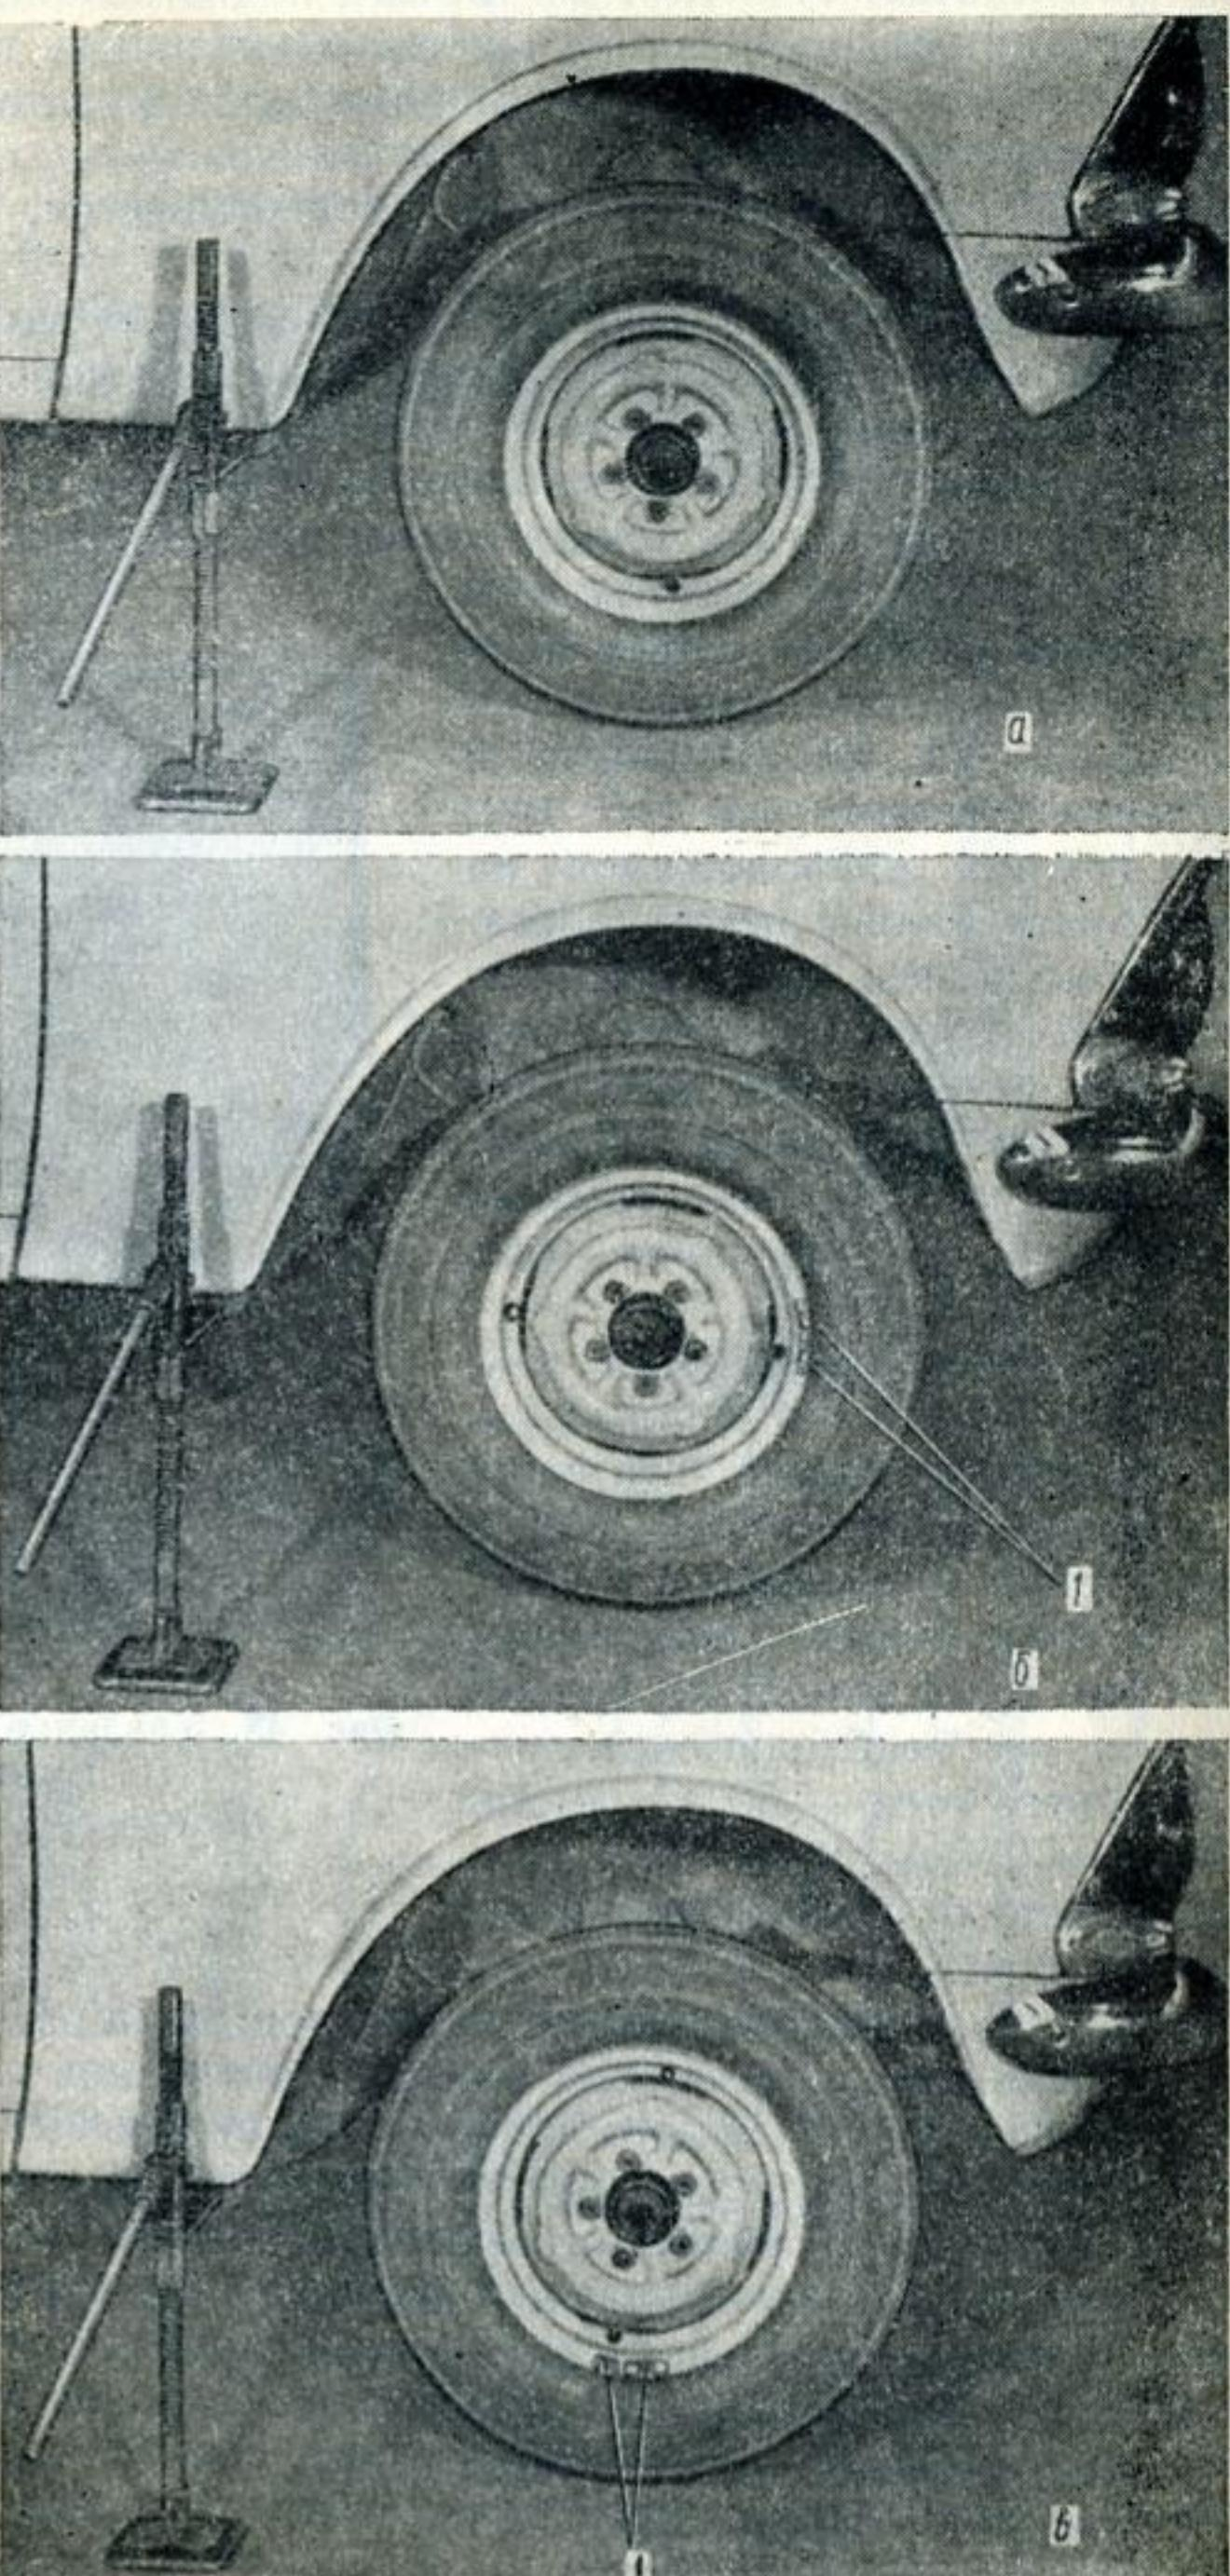

Рис. 44. Способ статической балансировки колеса:
2. Толчком руки приводят колесо во вращение и дают ему остановиться. При этом «легкая точка» колеса окажется сверху (рис. 44, а).
4. Устанавливают рядом с грузиком еще один такой же грузик (30 г) или, при необходимости, грузик большего веса — 50 г, деталь № 402-3101060-А (рис. 44, б), и снова проверяют дисбаланс колеса, как указано в п. 3.
Подбор грузиков продолжают до тех пор, пока не будет обеспечена такая подвижность колеса, при которой добавление к установленным грузикам еще одного малого грузика (30 г) вызовет проворачивание колеса в направлении опускания грузиков (рис. 44, в), а снятие грузика — проворачивание колеса в противоположном направлении. Это будет означать, что неустранившийся дисбаланс колеса составляет менее 500 гсм. В данном случае последний малый грузик не устанавливают на обод колеса. Однако возможно положение безразличного равновесия колеса при установке последнего грузика. Это также укажет на правильность балансировки, но в данном случае малый грузик должен быть оставлен на ободе колеса.